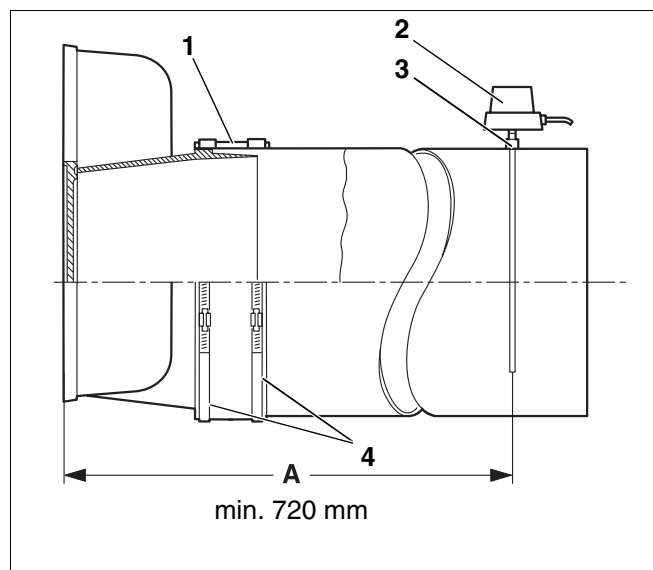

Fig. 29 Montasje – røykgassrør
Vi anbefaler å bruke en røykgassrør-tetningsmansjett (fig. 29, pos. 1).
- Sett låsebåndene (fig. 29, **pos. 4**) på røykgassrør-tetningsmansjetten. Det ene låsebåndet må trykke mot stussen til røykgassamleren og det andre mot røykgassrøret.
- Sveis muffen (fig. 29, **pos. 3**) inn i røykgassrøret i en avstand på $2 \times$ røykgassrørdiameteren (A) – min. 720 mm – fra røykgassamleren.
- Monter røykgass-temperaturføleren (fig. 29, **pos. 2**) som beskrevet i den separate monteringsanvisningen.